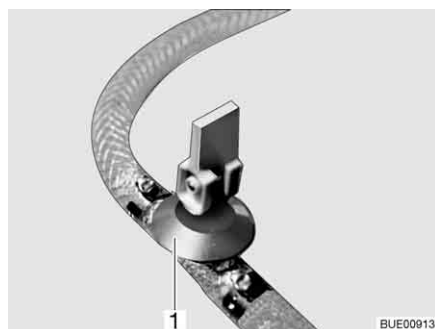

Fig. 202 Rubinetto di scarico
- Chiudere il rubinetto/i rubinetti di scarico. A questo scopo posizionare orizzontalmente la leva a bilanciere (Fig. 202,1).
- Aprire il rubinetto/i rubinetti di scarico (Fig. 202). A questo scopo posizionare verticalmente la leva a bilanciere (Fig. 202,1). Il boiler viene svuotato verso l'esterno.